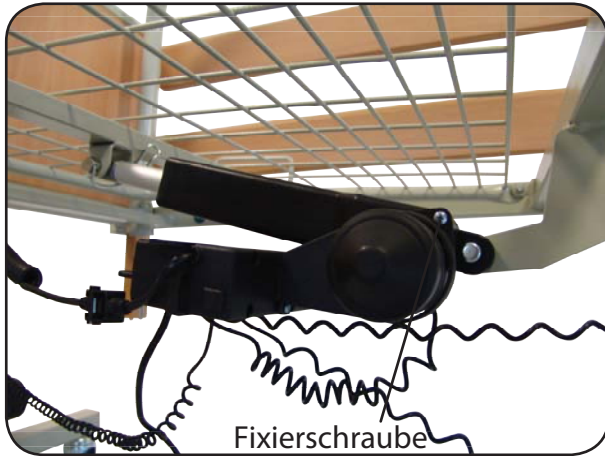

Abb. 6.3.03 - Steuerung auf Rückenteilantrieb
- Schieben Sie die Steuerung auf den Rückenteilantrieb und sichern Sie die Steuerung mit der Fixierschraube gegen Verrutschen (Abbildung 6.3.03).